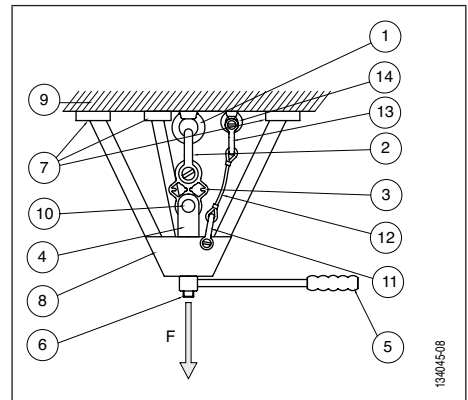
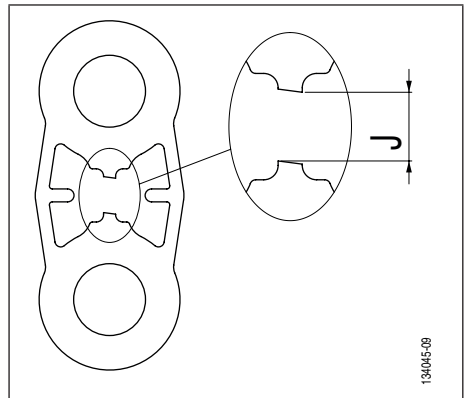

Abb. 6
Abb. 7
- 1 manuell betätigtes Belastungsgerät vom Typ Dreibaum (siehe Abb. 6, Seite 19, Kapitel 4.2. Schema),
- 1 Sicherheitsvorrichtung für das Halten der Belastungs- vorrichtung bei einem Bruch des zu testenden Anschlagpunkts mit folgenden Bestandteilen (siehe Abb. 6, Seite 19):
- 1 Sicherheitsstropf geeigneter Länge (siehe Abb. 6, Seite 19, Kapitel 4.2. Schema und 4.3. Prüfungen vor der Installation),
⚠ GEFAHR: Um einen Anschlagpunkt mit einer Testplatte TA zu testen muss der Bediener unbedingt eine manuell betätigte Belastungsvorrichtung vom Typ Dreibaum benutzen, die speziell konzipiert und ausgelegt wurde, um für die risikofreie Zugbelastung des zu testenden Anschlagpunkts (Abb. 6, Seite 19) verwendet werden zu können, oder eine andere Vorrichtung für die Zugbelastung der Testplatte TA, die speziell konzipiert und ausgelegt wurde, um in aller Sicherheit eingesetzt werden zu können.
Alle unten beschriebenen Prüfungen vor der Installation beziehen sich auf Abb. 6.
Das gesamte unten beschriebene Verfahren bezieht sich auf Abb. 6.
! **GEFAHR:** Das maximale Spiel 'J' (Abb. 7, Spiel J) darf 15 mm nicht überschreiten.
1. Die Last allmählich erhöhen, indem die Belastungsvorrichtung (Abb. 6, Seite 19, Position 8) betätigt wird. Der Bediener muss die Platte unbedingt ständig beobachten, um die Belastung unmittelbar nach dem Bruch der Sollbruchstelle 'S' der Platte (Abb. 7) stoppen zu können.
2. Beim Bruch der Sollbruchstelle 'S' der Testplatte TA (Abb. 7) muss der Bediener sofort die Betätigung der Belastungsvorrichtung stoppen, da sonst die Gefahr besteht, dass die Platte vollständig bricht.
8. Fortsetzen der Zugbelastung der Testplatte TA nach dem Bruch der Sollbruchstelle 'S' (siehe Kapitel 5.2, *Zugtest-Durchführungsverfahren*, Abb. 7, Seite 20).